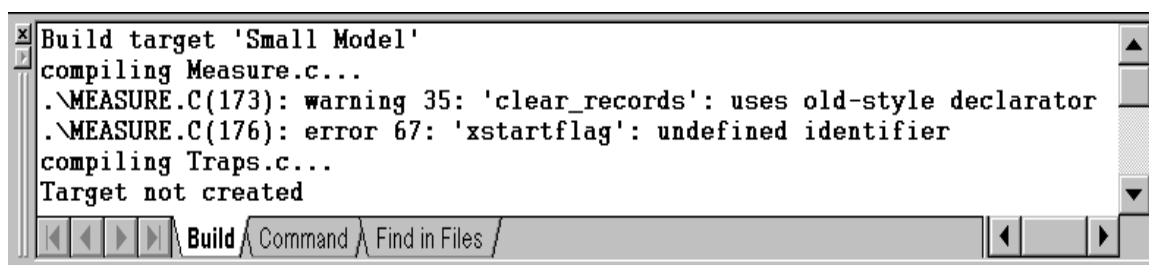

Рис. 2. Окно Output Window
*uVision* содержит встроенную утилиту *make*, которая используется для компиляции, ассемблирования и линкования программ. При нажатии на кнопку *Build Target* осуществляется компиляция исходного файла. Ассемблер и компилятор автоматически генерируют зависимости между файлами и добавляют их в проект. Благодаря этой информации вновь обрабатываются только те файлы, которые претерпели изменения или файлы, включающие измененные файлы. Во время компиляции и ассемблирования исходного файла, в окне *Output Window* появляется статусная информация, сообщения об ошибках и предупреждения (см. рис. 2).